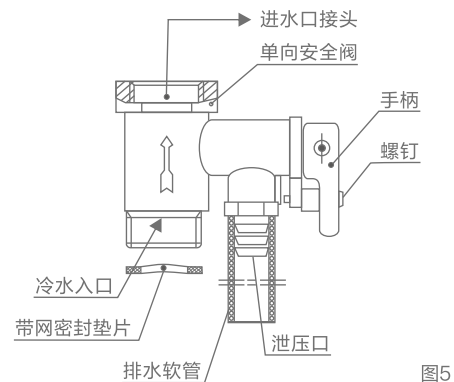

图5
- (1) 附件中的安全阀(出厂原装标识 0.8MPa)应安装在进水口接头上（如图1），请确保密封性，其箭头指向与电热水器进水流动方向一致（如图5），安全阀冷水入口处需安装带网密封垫片同时安装安全阀泄压口排水软管，应保持连续向下倾斜状态，并安装在无霜的环境中，再将其延伸到地漏处，保持与大气相通，妥善固定防止排出热水或蒸汽烫伤。安全阀可防止内胆压力超过额定压力 0.1MPa ，若内胆压力过高，则安全阀自动开启，从其泄压口向外排水以释放压力；
- (2) 连接电热水器的水管必须能耐 0.8MPa 和耐温 100°C 以上，接头处缠绕密封胶带以保证密封；
- (3) 用水处应可通畅排水；
- (4) 正常使用情况下，应定期打开安全阀（图5）手柄，以去掉碳酸钙沉积，方法是：将排泄手柄向上扳至水平位置（如手柄带有螺钉，即先使用螺丝刀拆下螺钉再进行此动作），确认安全阀有没有堵塞（有无泄水），如堵塞请与维修部联系。